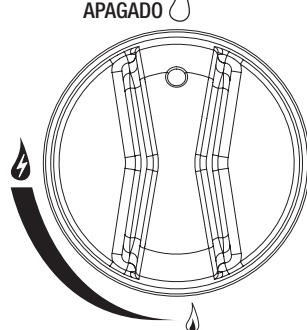

Figura 9
9. En caso de que el encendedor no encienda el quemador, use una cerilla encendida colocada en la vara de encendido que se acompaña para encender los quemadores manualmente. Acerque la llama de la cerilla al lado del quemador (vea Figura 9).